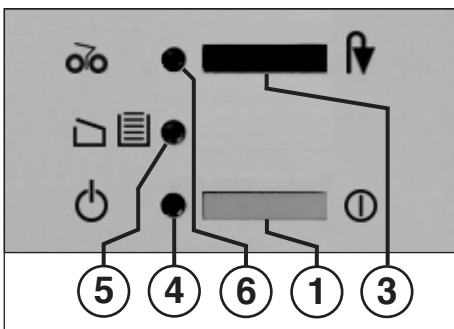

Abb. 1
- 1 = Druckschalter (Abb. 1)**
- 3 = Druckschalter „Rückwärtslauf“ (Abb. 1)**
- 4 = Kontroll-Anzeige „Betriebsbereit“ (Abb. 1)**
- 5 = Kontroll-Anzeige „Behälter voll“ / „Tür offen“ (Abb. 1)**
- 6 = Kontroll-Anzeige „Papierstau“ (Abb. 1)**
- Maschine am Druckschalter (1) (Abb. 1) einschalten. Die Kontroll-Anzeige (4) (Abb. 1) leuchtet auf.
- Ist der Auffangbeutel gefüllt, schaltet die Maschine ab. Die Kontroll-Anzeige „Auffangbeutel voll“ (5) (Abb. 1) leuchtet auf. Entleeren Sie wie folgt den Auffangbeutel:
- Schieberahmen mit Auffangbeutel einschieben und Tür schließen. Die Kontroll-Anzeige (5) (Abb. 1) erlischt.